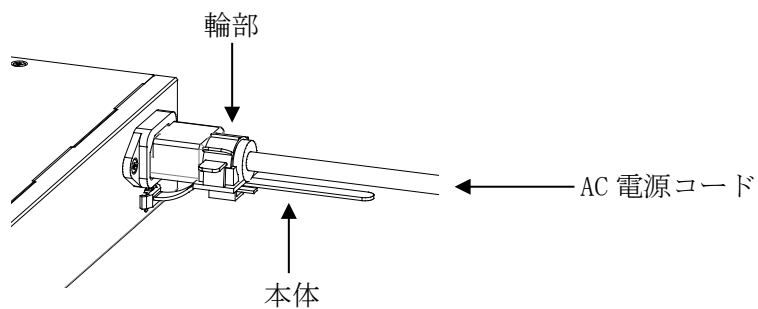

図 3-13 AC 電源コードストッパーの取り付け方法 3
- (3) 輪部を AC 電源コードに巻き付けるようにして輪部のロックを掛けます。(図 3-13 参照)